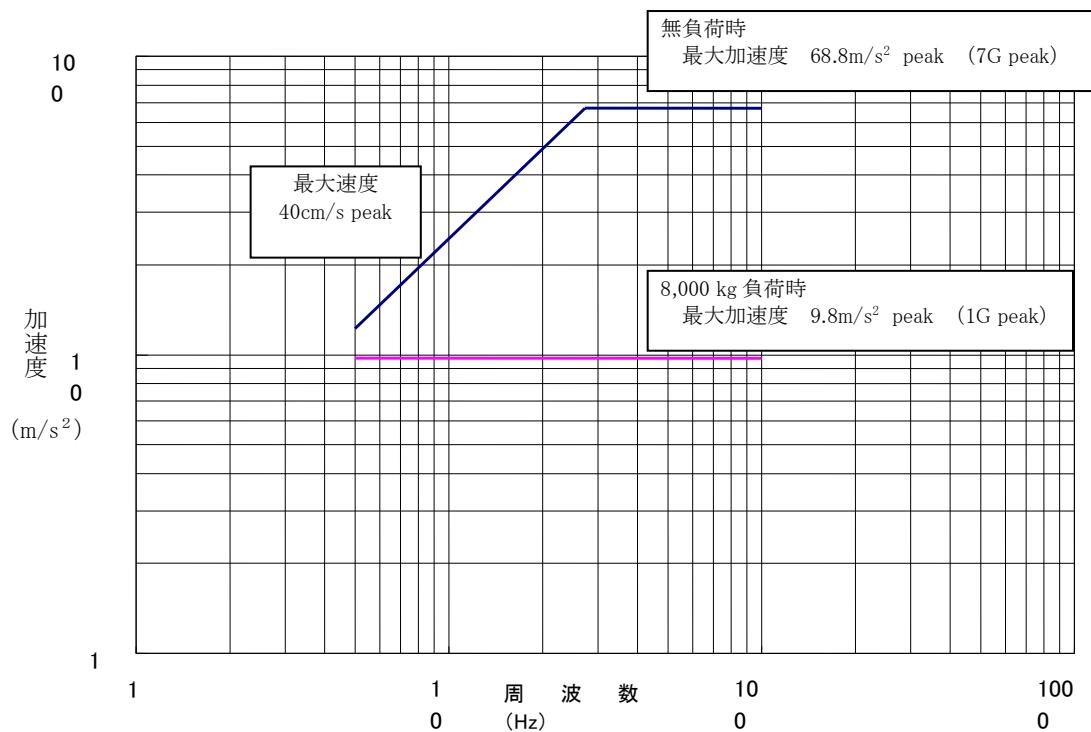

図2-3 最大加振加速度 (水平振動台)
(1) 加振方式	動電式単軸型
(2) 加振方向	水平・垂直の各軸方向への単軸加振
(3) 最大搭載質量	8,000 kg
(4) 許容転倒モーメント	水平加振時 : 980 kN·m (100 tonf·m) 注) 治具の設置面積により許容値が異なるため詳細については試験設備管理室まで問合わせの事。 垂直加振時 : 156.8 kN·m (16 tonf·m)
(5) 許容偏心モーメント	水平加振時 : 98 kN·m (10 tonf·m) (垂直軸回り) 垂直加振時 : 78.4 kN·m (8 tonf·m)
(6) 振動台寸法	3m×3m□
(7) 振動台高さ	振動台上面は振動試験室床面より約 30cm 位置 (振動台中立時)
(8) 試験室清浄度	ISO クラス 8 (クラス 10 万)
(9) 加振波形	正弦波 (片掃引、往復掃引)、ランダム波
(10) 加振能力	正弦波 : 水平 9.8 m/s 2 (1G) (8,000 kg 搭載時) 垂直 15.6 m/s 2 (1.6G) (8,000 kg 搭載時) ランダム波 : 水平・垂直共に 4.9 m/s 2 rms (0.5 Grms) (8,000 kg 搭載時)
(11) 最大加振加速度	無負荷時及び 8,000 kg 搭載時の最大加速度を図 2-3 と 2-4 に示す。